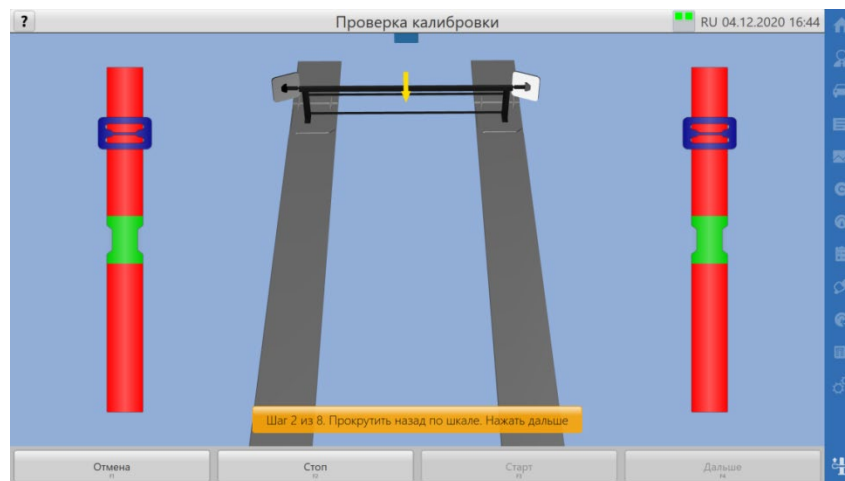

Рисунок 8.4.3 – Окно проверки с использованием калибровочного вала
- проверка калибровки калибровочным валом (доступно для исполнений 50640...50699), рисунок 8.4.3.